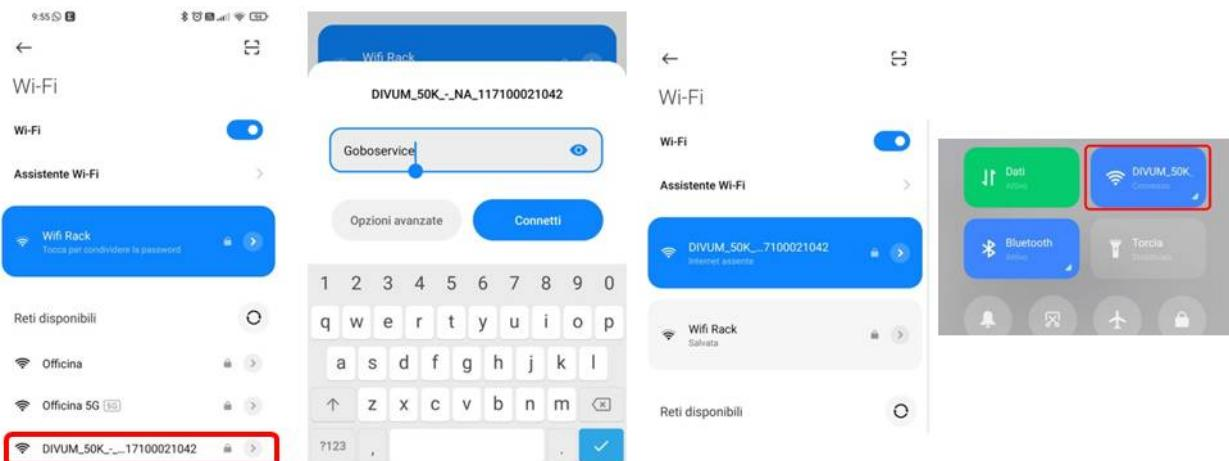

Figures22
2. Insérez le composant dans le projecteur comme illustré à la Figures22.
3. Serrer les vis de fixation du composant 1 (Figures22).
4. Branchez le connecteur (Figures22).